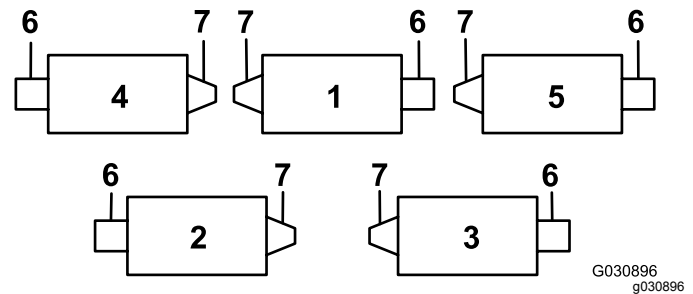
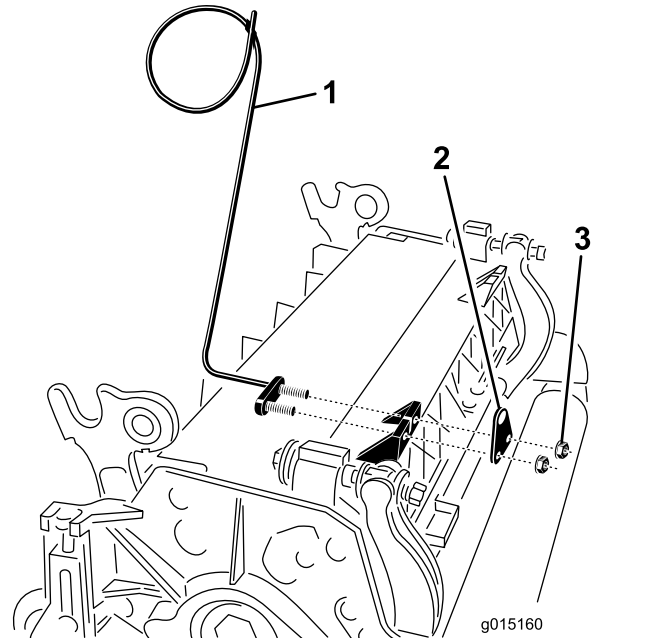
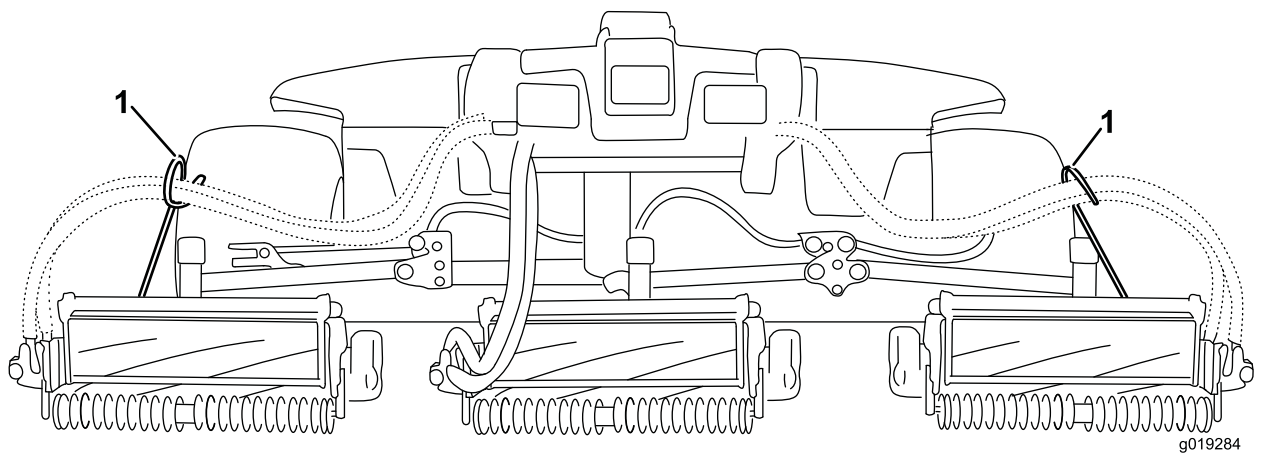

Figure 7
Figure 8
Figure 9
**Important:** Sur les unités de coupe n° 4 (avant gauche) et n° 5 (avant droite), utilisez les écrous de fixation du support de tige pour monter les guides de flexible devant les pattes de l'unité de coupe (Figure 7 et Figure 8). Les guides de flexible doivent être inclinés vers l'unité de coupe centrale (Figure 8 et Figure 9).